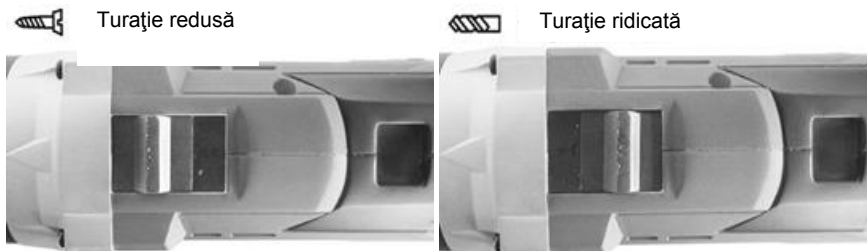

Fig. 7
7.6 *Selectorul de turație (fig. 7)*